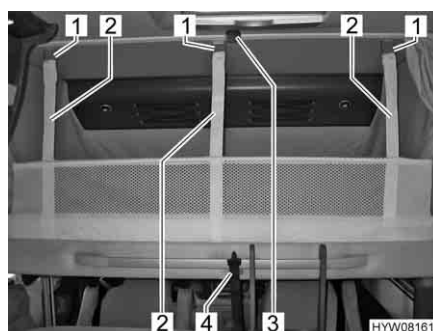

Fig. 70 Letto basculante con rete protettiva montata
- Staccare la cintura di ritegno (Fig. 70,4).
- Staccare le cinture di ritegno (Fig. 70,2) e sistemare la rete protettiva sotto il materasso.
- Assicurare il letto basculante al soffitto (Fig. 70,3) mediante la cintura di ritegno (Fig. 70,4).
- Agganciare la cintura di ritegno (Fig. 70,2) ai ganci (Fig. 70,1) del soffitto.